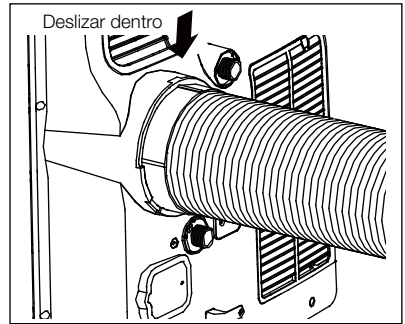

Fig. 8
5. Deslice el conjunto en la unidad (Fig. 8).